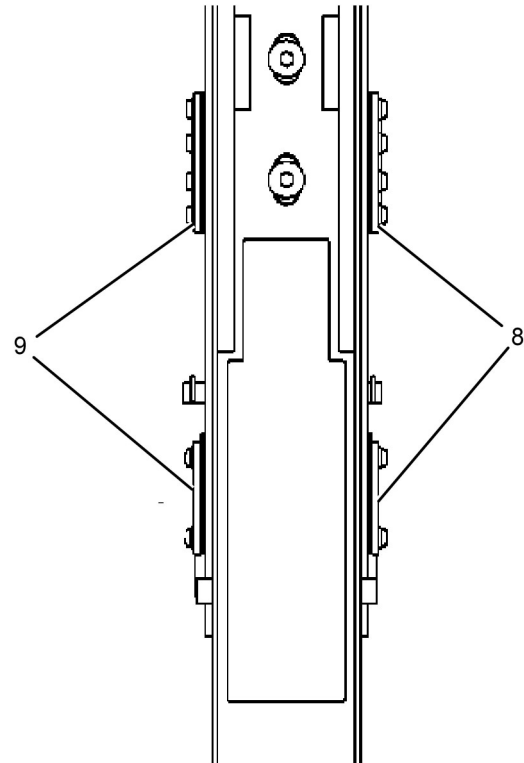

Ilustración 257
5. Use un calibrador de hoja de 0,25 mm (0,0098 pulg) para comprobar cada lado del taco de desgaste. Un lado no debe tener espacio entre el deslizador interior y la superficie del taco (9). El otro lado debe tener un espacio de 0,25 mm (0,0098 pulg) o menos (8). Vea la ilustración 257.